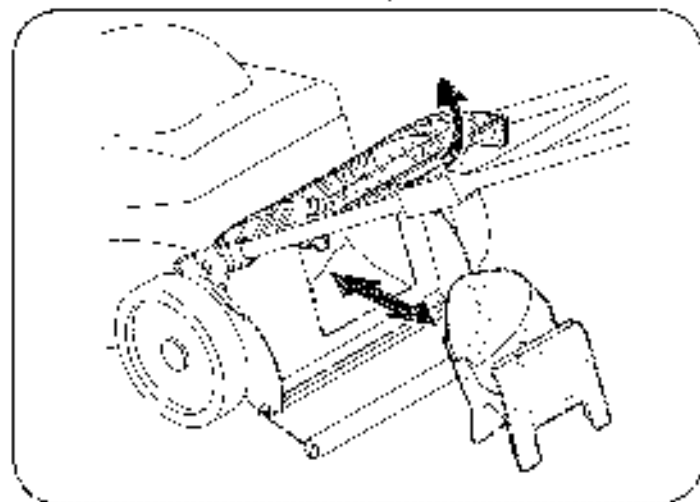

Figura 3
2. Quite la roya de acero. Vea la Figura 3.